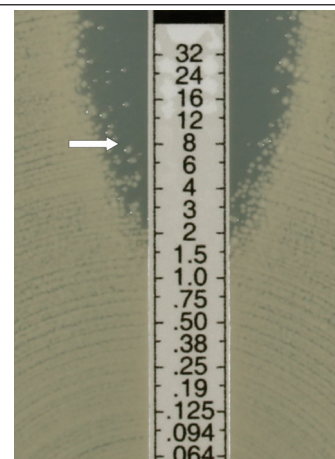

Рис. 12
- Для бактерицидных препаратов, таких как имипенем, конечное значение МИК следует учитывать в месте полного ингибирования роста. Помутнение и макро- или микроколонии в пределах 3 мм от тест-полоски следует учитывать как рост (рис. 12).